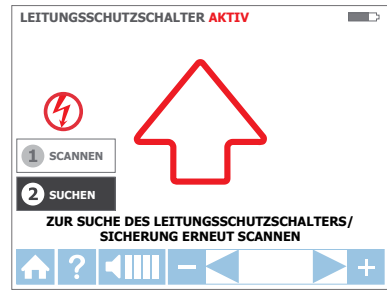

Abbildung 3.3d: SUCHEN-Modus – suchen nach dem/der richtigem Leitungsschutzschalter/Sicherung
1. Wählen Sie nun den SUCHEN-Modus, indem Sie die Richtungspfeile verwenden und die gelbe ENTER-Taste drücken (Abbildung 3.3d).